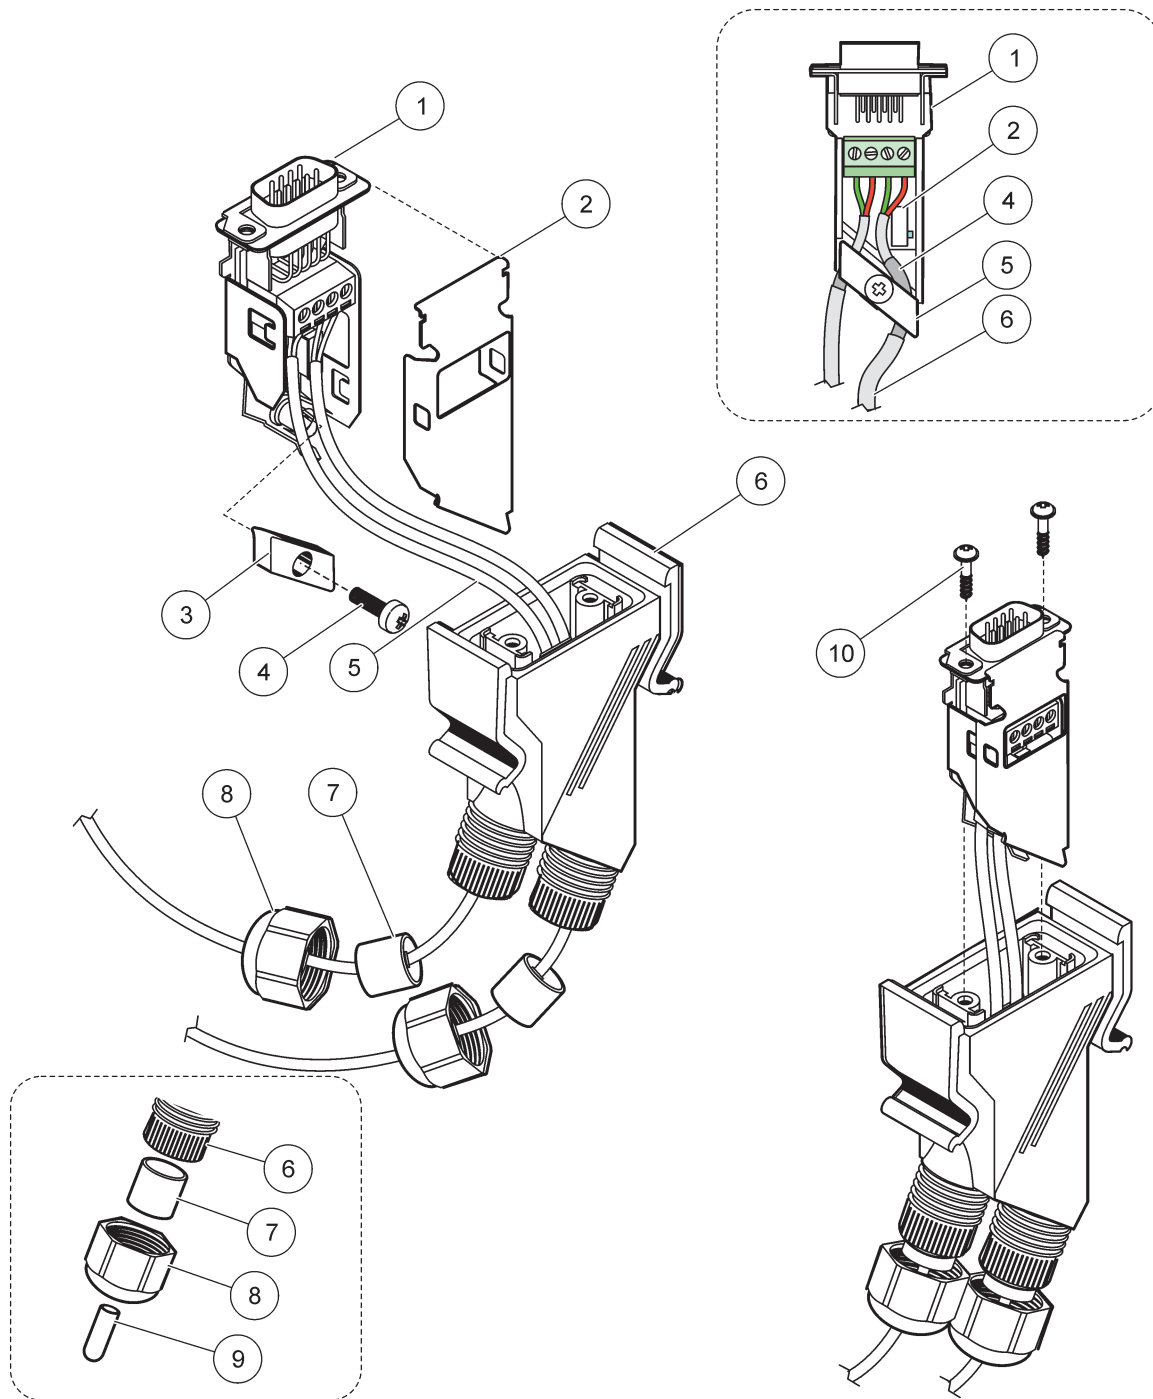

Bild 31 Anschließen des Netzwerksteckers
2. Führen Sie das Kabel durch die Schraubverbindung, die Gummidichtung und das Verbindungsgehäuse (Bild 31).
Hinweis: Wenn der Anschluss mit den zwei Modulen auf dem letzten Netzwerksegment benutzt wird, bleibt eine Schraubverbindung unbelegt. Dichten Sie die Schraubverbindung mit dem mitgelieferten Blindstopfen ab. Siehe Bild 31.
² Verwenden Sie den Pfropfen, wenn die Zugentlastung nicht verwendet wird, siehe Einsatz in Bild 31.